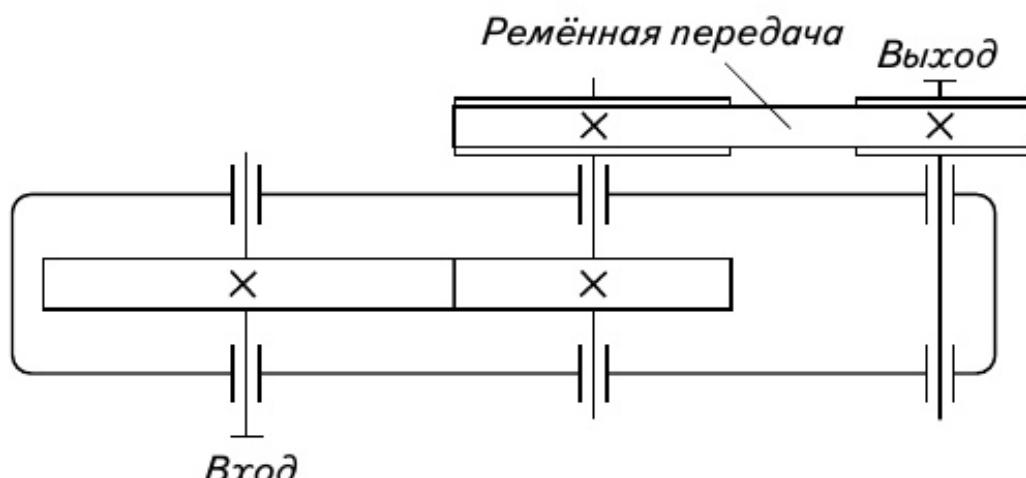

Рис. 23. Кинематическая схема двухступенчатого механизма
2. Постройте с помощью образовательного конструктора модель двухступенчатого механизма, состоящего из зубчатой и ремённой передач, по кинематической схеме (рис. 23).